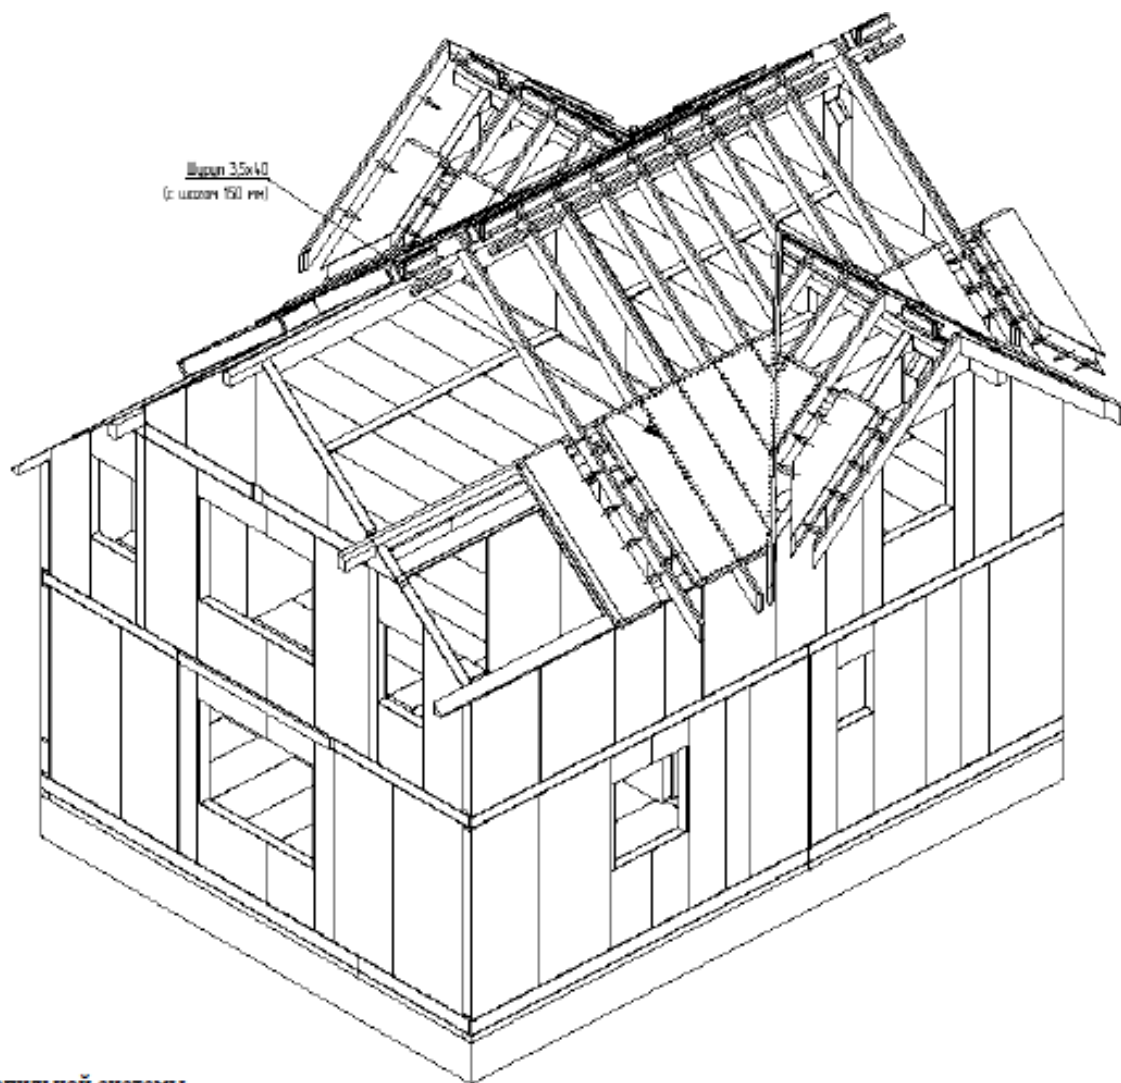

Рис. 20: Монтаж стропильной системы.
19. Панели и стропила наращивать постепенно вдоль конька крыши (Рис. 20). По окончанию сборки стропильной системы и замыканию теплового контура здания, зашить сверху свесы, и холодные участки крыши OSB3 в один уровень с установленными SIP-панелями.